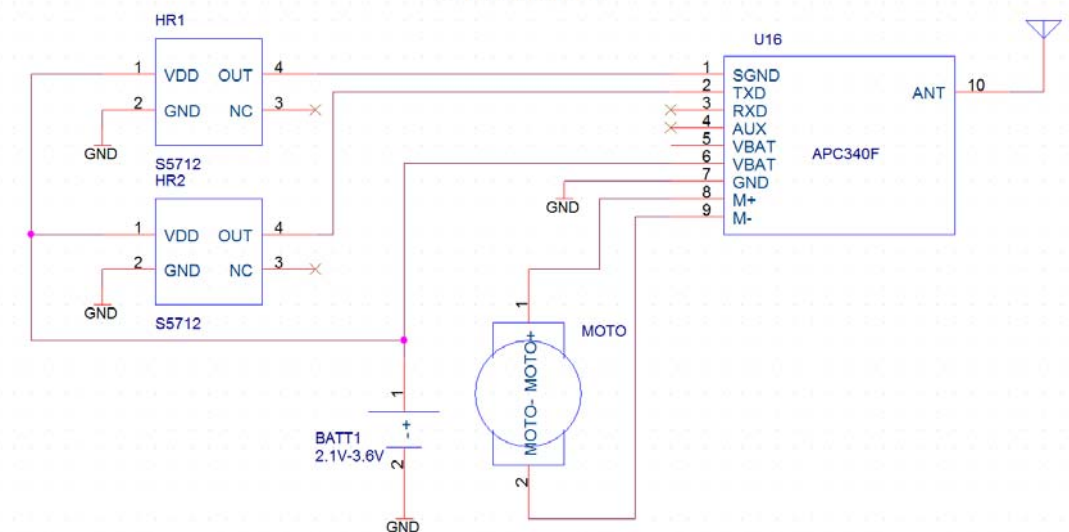

图 10 APC340F 与霍尔采样式脉冲表连接线路图
3) 脉冲表采样霍尔传感器采集数据的与APC340F的连接接线图见图10。